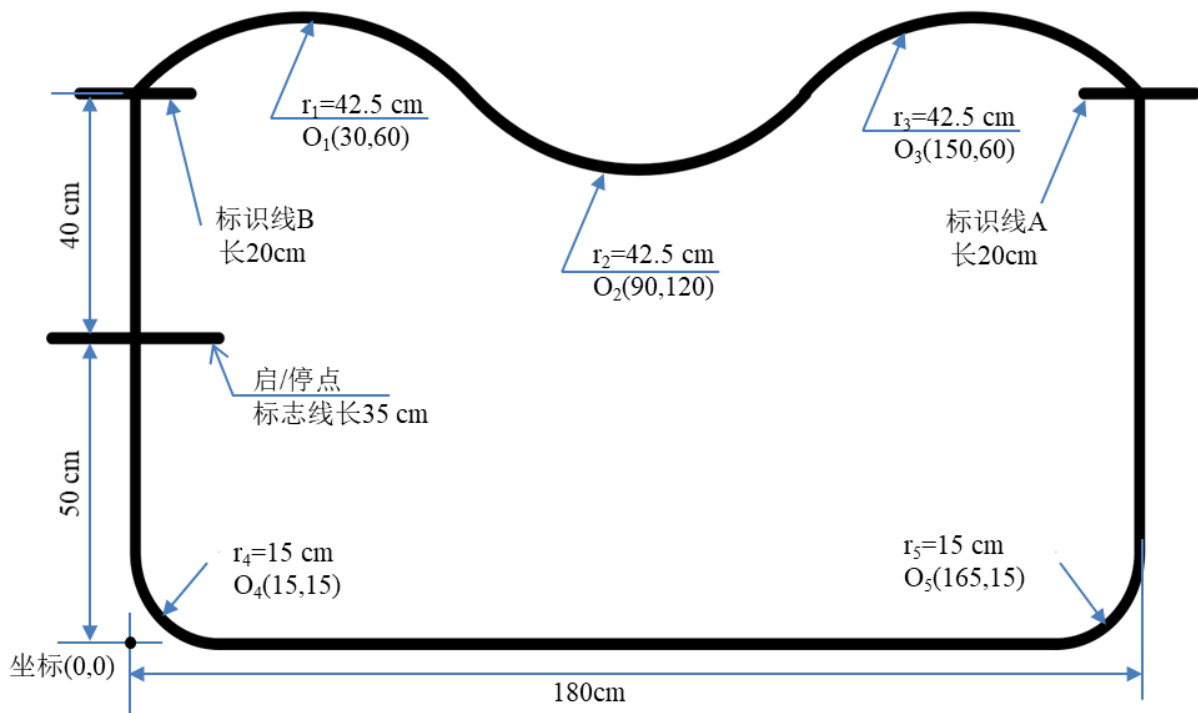

图 1 悬浮车测试赛道
设计并制作一辆采用高速轴流风机驱动的气垫悬浮车。悬浮车测试赛道如图 1 所示。
(1) 在图 1 所示测试赛道上不摆放障碍物，将气垫悬浮车放在启/停点上一键启动后，气垫悬浮车能在启/停点缓慢升起，悬浮高度大于 2mm，悬停时间大于 2s。
(2) 气垫悬浮车由启/停点出发，沿测试赛道逆时针方向完成寻迹运行一周后，停在启/停点上。要求运行时间小于 180s，超时停止测试。
(3) 完成气垫悬浮车在标识线 A 与标识线 B 之间往返运行控制，气垫悬浮车由 A 点沿测试赛道逆时针方向出发，到达 B 后返回到 A，再由 A 折返到 B，最终停在启/停点上。要求运行时间小于 120s，超时停止测试。